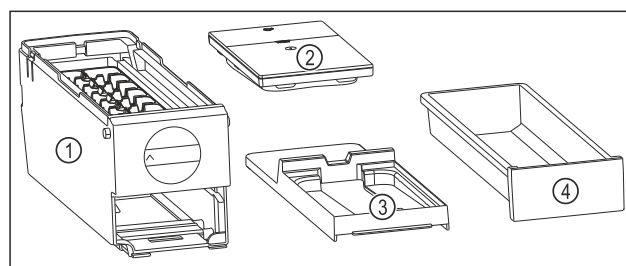

Fig. 244 Bestanddelen van de EasyTwist-Ice
- EasyTwist-Ice is in vier delen gedemonteerd. (zie Fig. 244)
- EasyTwist-Ice alleen in afgebeelde bestanddelen demonteren. (zie Fig. 244)
- EasyTwist-Ice-corpus Fig. 244 (1) als geheel reinigen.